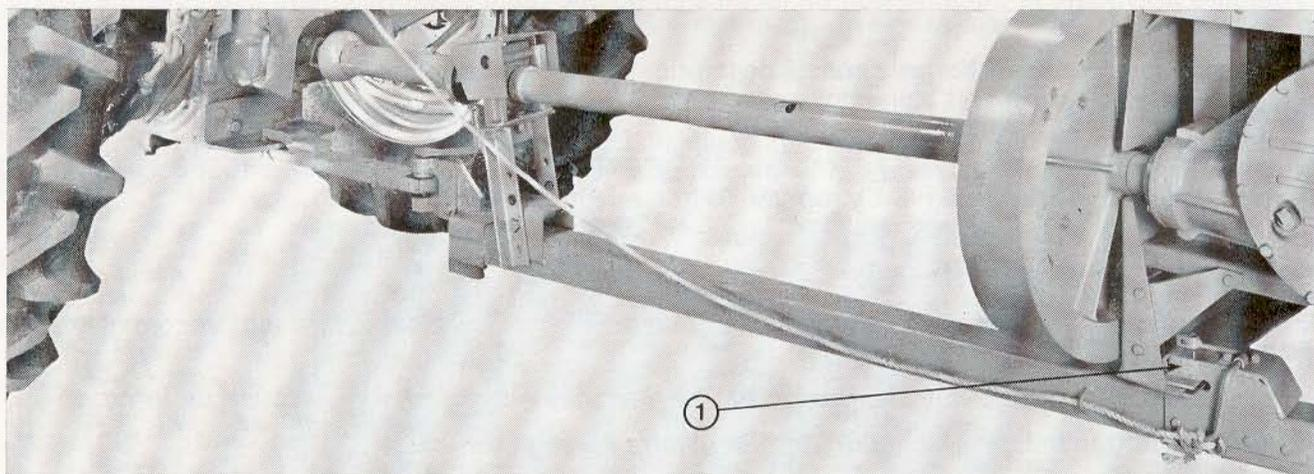

Fig. 5. — (1) Timon d'attelage en position de travail.
Ce réglage du timon d'attelage permet de ramener la largeur hors-tout de la Ramasseuse-Presses à moins de 2,43 m, le timon étant en position de transport. (Voir fig. 5 et 6 pour le réglage de la position de transport). Ceci permet au conducteur de passer facilement entre des portes et de circuler librement sur des voies étroites ou des ponts.
- 1 - Tirer le verrou du timon d'attelage de la presse et placer le timon sur le côté gauche de la presse. S'assurer que la broche de verrouillage est bien en place (voir fig. 5).